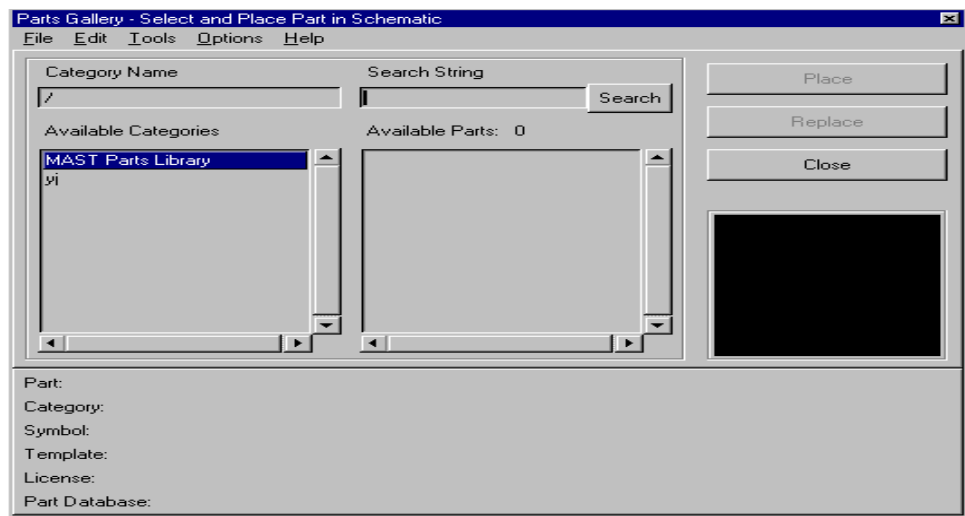

图 3 Parts Gallery 对话框
- 1) 单击 Parts Gallery 图标  出现 Parts Gallery 对话框，如图 3 所示。